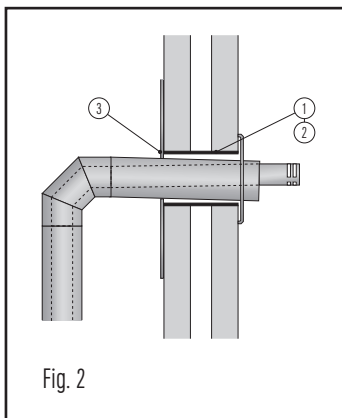

Fig. 2
In all circumstances the terminal must have a minimum distance of 50 mm to all combustible material. This can be realised in 2 different ways (see fig. 2):
Dans tous les cas de figure, la distance entre le terminal USDHC4 13 (4) et les matériaux combustibles ne doit pas être inférieure à 50 mm. Ceci peut se faire de 2 façons (voir fig.2):
2. Installer une cage rectangulaire en matériaux incombustibles de dimensions 250 x 250 (Ø100) ou 300 x 300 (Ø130) mm. Sur les parois intérieure et extérieure du mur, utiliser une paire de plaques de centrage USCP (3), ou plaque de finition large USMPG, pour centrer le terminal et recouvrir l'espace entre celui-ci et la réservation faite dans le mur.
UWAGA w pierwszej kolejności należy przestrzegać lokalnych i krajowych wytycznych montażowych i przepisów przeciwpożarowych. Każdy element zakończenia musi znajdować się w odległości minimum 50mm od materiałów palnych. Można to osiągnąć na dwa różne sposoby (Fig.2):
In alle gevallen dient de doorvoer rondom 50 mm verwijderd te zijn en te blijven van brandbaar materiaal. Praktisch kan dit op twee manieren uitgewerkt worden (zie fig. 2):